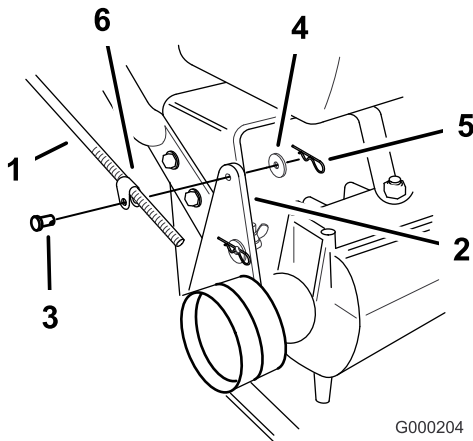

Figura 18
1. Retire la claveta, la arandela y el pasador que sujetan el acoplamiento de la varilla de control al soporte de la polea tensora (Figura 18).